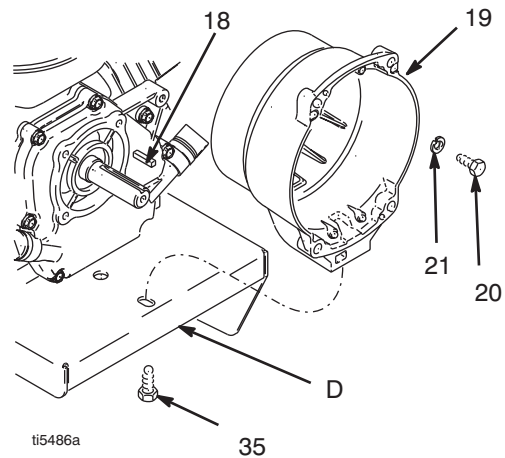

FIG. 11
1. FIG. 11. Retire quatro parafusos (20) e as anilhas de segurança (21) que fixam o cárter da embraiagem (19) ao motor.
2. Retire o parafuso (35) da parte inferior da placa de fixação (D).
3. Retire o cárter da embraiagem (19).
1. FIG. 11. Exerça pressão sobre o cárter da embraiagem (19).
2. Instale quatro parafusos de cabeça sextavada (20) e as anilhas de segurança (21) e fixe o cárter da embraiagem (19) ao motor. Utilize um binário de aperto de 200 pol.- lbs (22,6 N.m).
3. Instale o parafuso (35) na parte inferior da placa de fixação (D). Utilize um binário de aperto de 26 pol.- lbs (35,2 N.m).